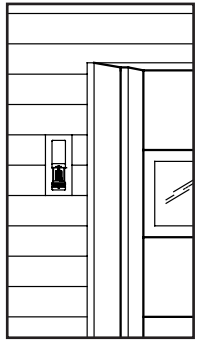

Fig. 1
- Monte el teclado numérico sobre una superficie vertical y plana con suficiente espacio arriba para deslizar la tapa. escoja el lugar fuera de la trayectoria en movimiento de la puerta del garaje y de los herrajes. **Fig. 1.**